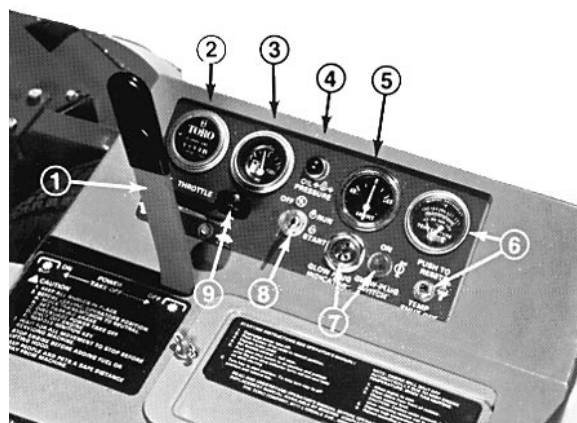

Fig. 7
1. Forviss deg om at parkeringsbremsen er satt på, kraftuttaksbryteren står i stilling AV (fig. 7) og løftehendelen i TRANSPORT- eller FLYT-stilling (fig. 6). Ta foten av kjørepedalen og pass på at den står i nøytral.
2. Sett gasskontrollen (fig. 7) i stilling HURTIG.
4. Drei tenningsnøkkelen til START-stilling (fig. 7). Slipp nøkkelen straks motoren starter og la den få gå tilbake til KJØR-stilling. Sett gasskontrollen i stilling LANGSOM.